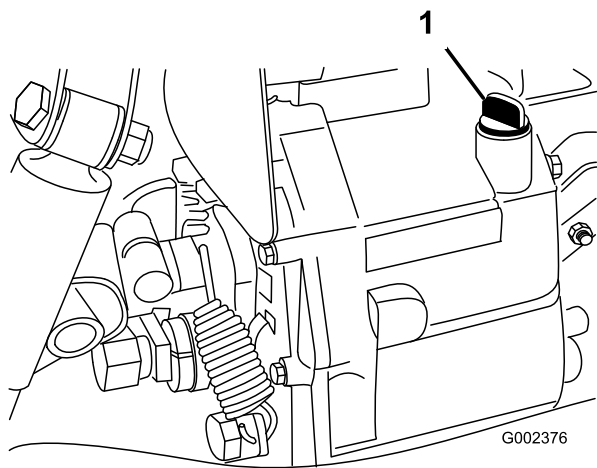

Figura 15
2. Limpie la zona alrededor de la varilla (Figura 15).